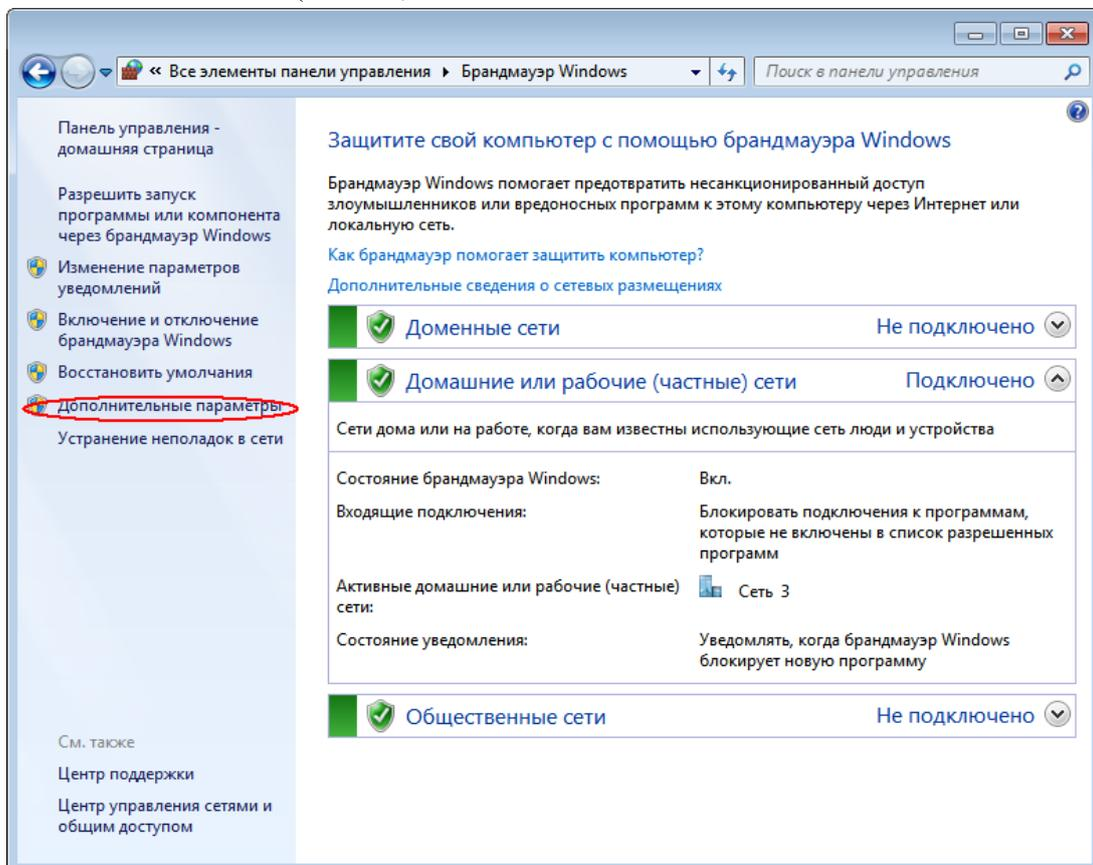

Рис. 35
- 1 Выбрать пункт «Дополнительные параметры» в меню панели управления, расположенном слева (Рис. 35).